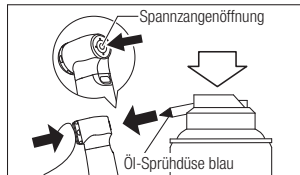

Abb.10
- 2) Schmieren Sie die Spannvorrichtung direkt durch die Spannzangenöffnung (Abb. 10).